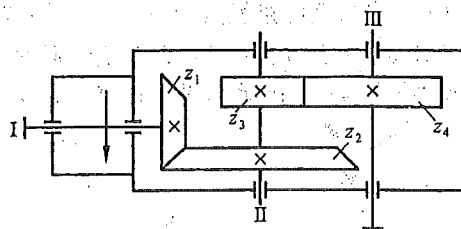

图 11-5
11-8 图 11-5 所示为一对锥齿轮与一对斜齿圆柱齿轮组成的二级减速器。已知: 斜齿轮  $m_n = 2 \text{ mm}$ ,  $z_3 = 25$ ,  $z_4 = 53$ , II 轴转矩  $T_2 = 1\,210 \text{ N}\cdot\text{mm}$ 。
(1) 如使  $z_3, z_4$  的中心距  $a = 80 \text{ mm}$ , 问斜齿轮螺旋角  $\beta = ?$
(2) 如使 II 轴轴向力有所抵消, 试确定  $z_3, z_4$  的螺旋线旋向(在图 11-5 上表示), 并计算  $F_{a3}$  的大小, 其方向在图 11-5 上标出。